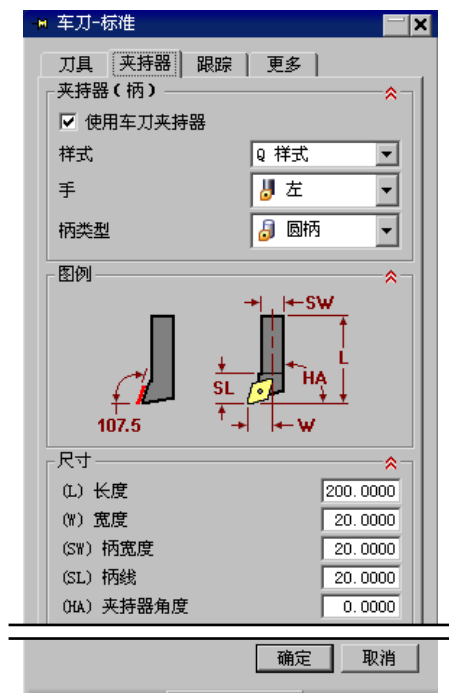

图 7.4.12 “夹持器”选项卡
Step4. 单击“车刀-标准”对话框中的 **夹持器** 选项卡，选中 ☒ **使用车刀夹持器** 复选框，设置图 7.4.12 所示的参数。